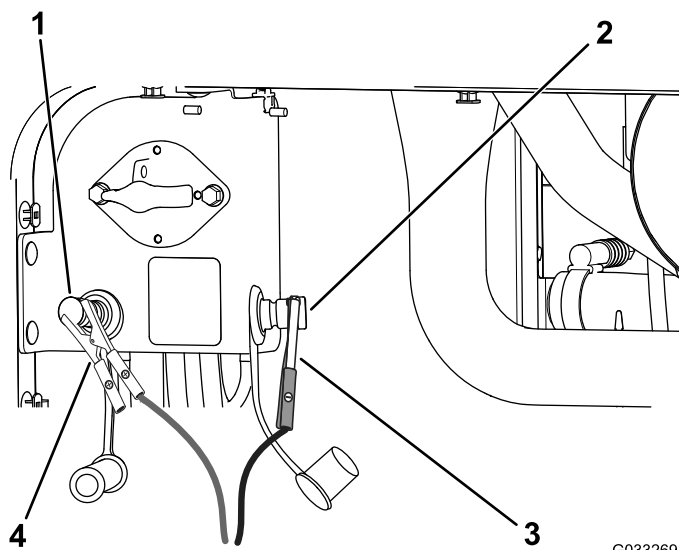

Figura 77
5. Conecte el cable negativo del cargador de la batería al borne negativo de la batería del otro vehículo (Figura 77).
7. Cuando las baterías estén completamente cargadas, desconecte el cargador de la fuente de electricidad, luego desconecte los cables del cargador de los bornes de la batería del otro vehículo (Figura 77).